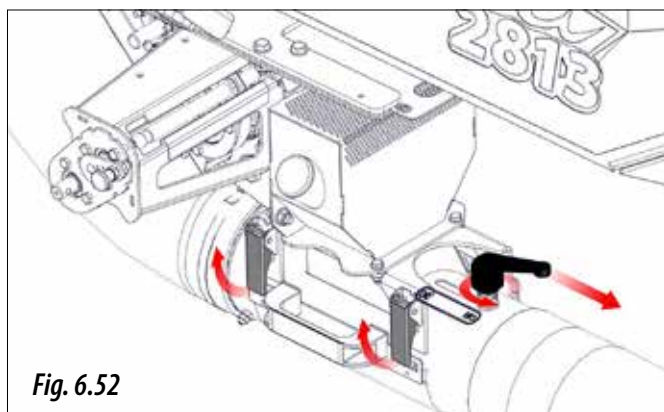

Fig. 6.52
- 3- Abrir la tapa del inyector venturi, para ello deberá actuar sobre los dos cierres rápidos y desplazar la maneta de calibración a la posición de ensayo, "NO" (Fig. 6.52).